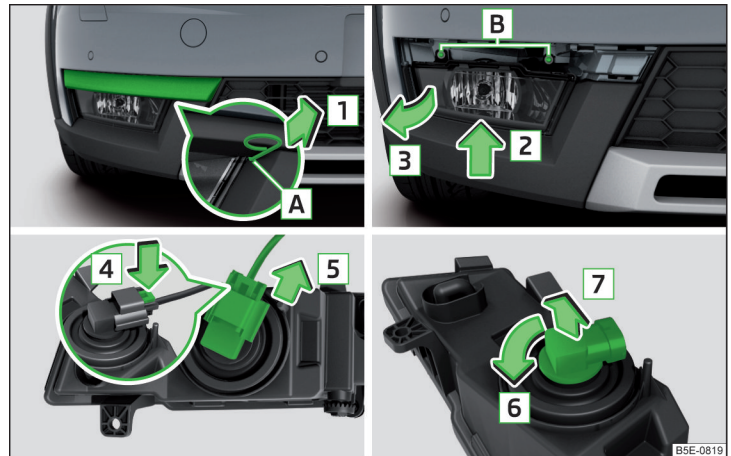

Abb. 361 Nebelscheinwerfer herausnehmen / Glühlampe wechseln - Variante 2
- › In die Öffnung **A** » Abb. 361 den Bügel zum Abziehen der Radvollblenden einführen.
- › Den Nebelscheinwerfer entgegen der Pfeilrichtung **3** » Abb. 361 einsetzen und festschrauben.